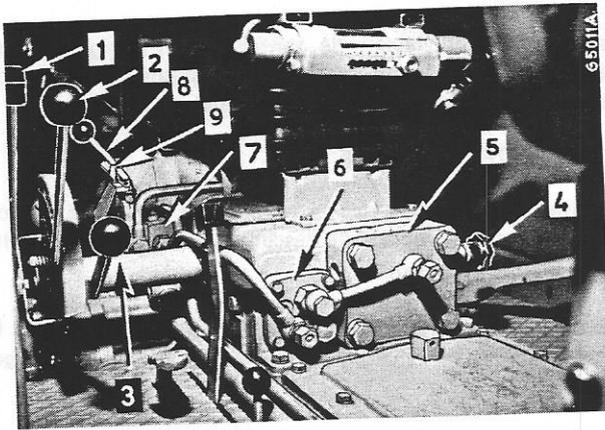

Figure 46
Abaissez complètement le levier de contrôle de traction (2, fig. 46) pour neutraliser son action. Le contrôle des instruments de culture se fait par le levier de contrôle de position (3) seulement.
Abaissez complètement le levier de contrôle de position (3, fig. 46) pour neutraliser son action.
Positions du levier de contrôle de traction (2, fig. 46)
Il est toujours possible d'opérer une correction manuelle en cours de travail. Lorsque la profondeur adéquate est déterminée, déplacez le levier témoin (1, fig. 46) en conséquence pour assurer une profondeur de travail uniforme.
Lorsque les deux leviers de contrôle (2 et 3, fig. 46) sont ramenés complètement vers le bas, le système est en position flottante et le contrôle de traction n'agit plus.